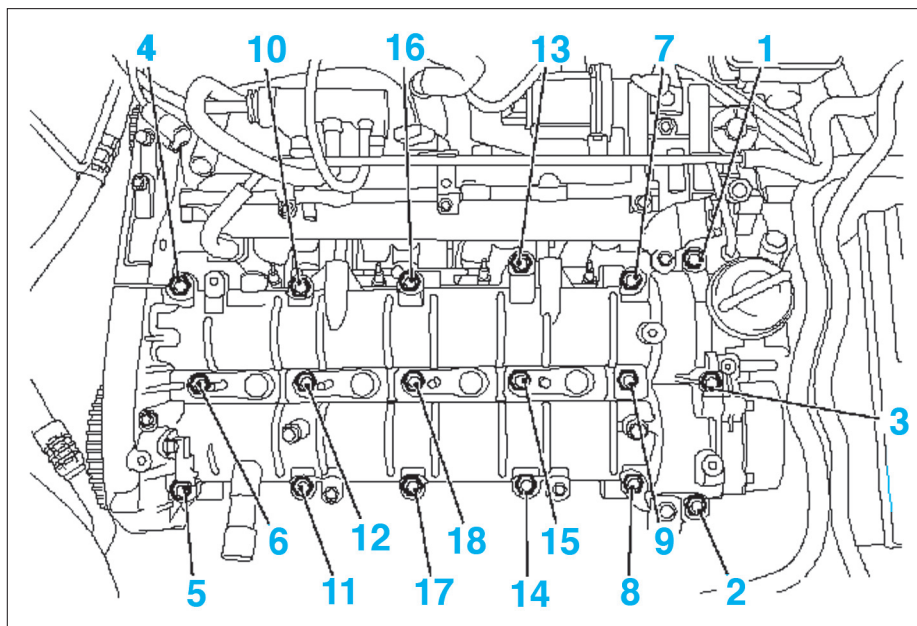

FIG. 27
- Déposer le carter d'arbres à cames en respectant l'ordre de desserrage des 18 vis (fig. 27).